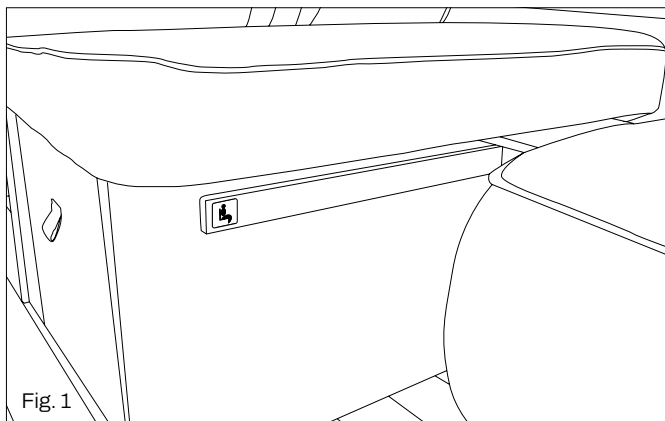

Fig. 1
- I passeggeri durante la marcia devono rimanere seduti nei posti a sedere previsti. I posti omologati sono indicati dalla carta di circolazione e contraddistinti dall'apposita etichetta (vedi Fig. 1)